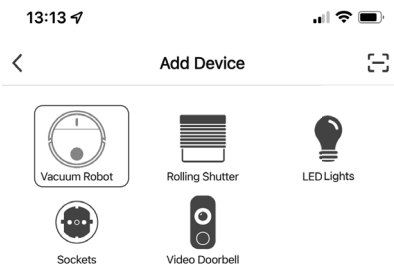

Fig. 2
- ▶ Seleccione la categoría de aparato ROBOT ASPIRADOR LÁSER (**fig. 2**).